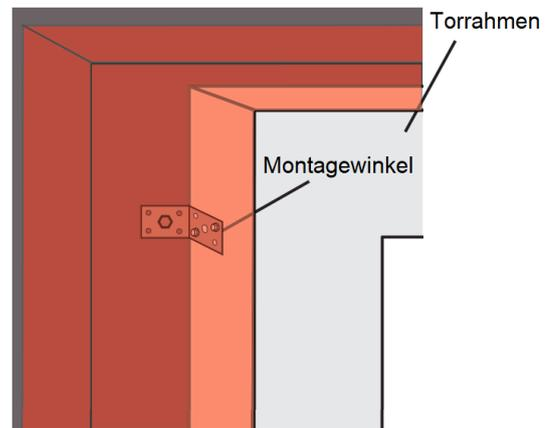

Abb. 4 Befestigen des Rahmens vor der Öffnung
(Abb. 4)
- Bei der Montage vor der Einbauöffnung sollte der Montagewinkel an die Wand geschraubt werden (Abb. 4)